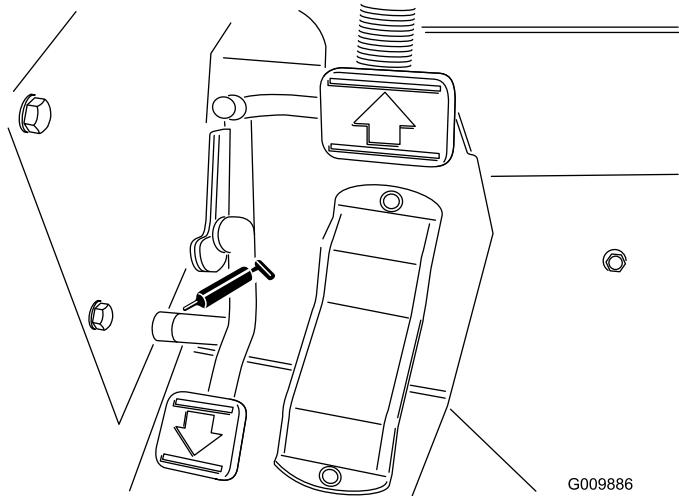

Figura 41
- Varillas de pivot (3) (Figura 41)